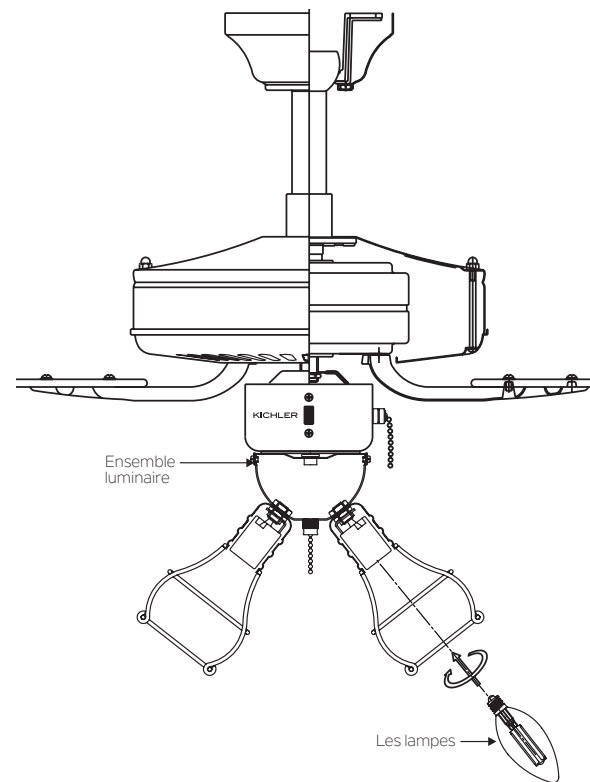

Fig. 3
1. Installez des lampes LED E12 de 3, 4 watts (fournies), une dans chaque douille de luminaire. (Fig.3)